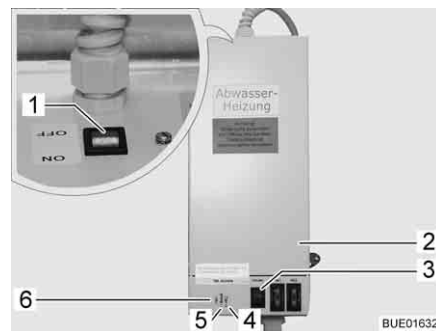

Fig. 250 Transformateur avec régulateur
Le transformateur 230 V AC/12 V DC (Fig. 250,2) est, suivant le modèle, monté dans la penderie ou dans la banquette de la dînette.
- Le voyant de contrôle (Fig. 250,5) s'allume en vert : Régulateur en marche.
- Les voyants de contrôle (Fig. 250, 4 et 6) s'allument en rouge : Les conduites des eaux usées sont chauffées.
Un bouton-poussoir de contrôle (Fig. 250,3) est intégré dans le boîtier, ce bouton permet d'enclencher brièvement le régulateur. En appuyant sur le bouton-poussoir de contrôle, vous pouvez tester le fonctionnement du chauffage, même si la température ambiante est supérieure à 5 °C.
- Placer l'interrupteur (Fig. 250,1) du transformateur (Fig. 250,2) sur "ON".
- Placer l'interrupteur (Fig. 250,1) du transformateur (Fig. 250,2) sur "OFF".